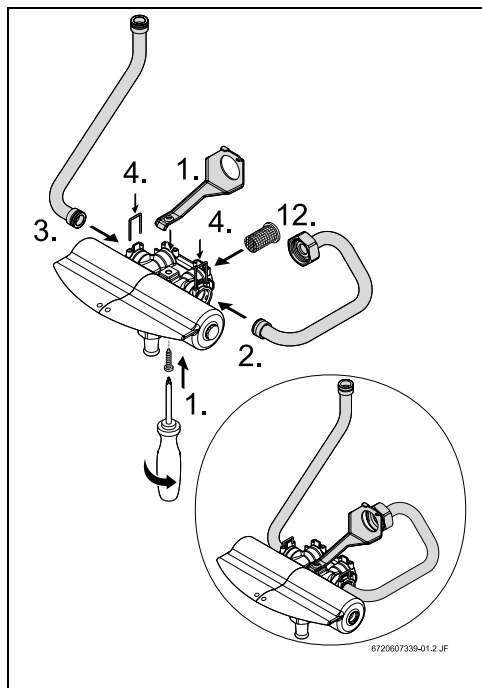

Fig. 1
- ▶ Installer le support de fixation sur le mélangeur (→Fig. 1, pos. 1).
- ▶ Monter les conduites d'eau froide (→Fig. 1, pos. 2) et d'eau chaude (→Fig. 1, pos. 3) sans oublier de mettre les agrafes de fixation (→Fig. 1, pos. 4).
- ▶ Monte le filtre d'eau (→Fig. 1, pos. 12).